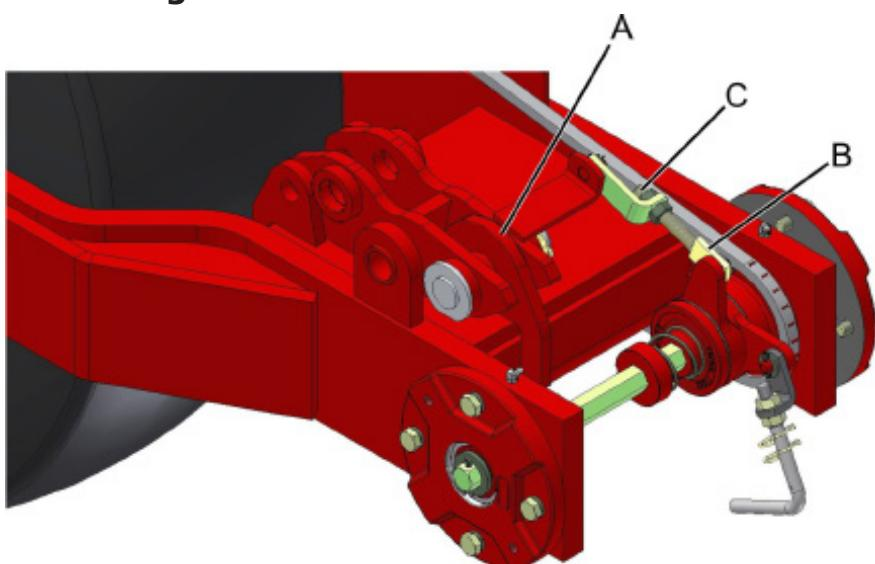

fig. 17
As semeadoras adubadoras PAMPEANA são equipadas com catracas localizadas na transmissão intermediária. Quando inicia-se o plantio a catraca é acionada. Quando suspendidas as linhas, a catraca é desligada automaticamente através do articulador (A) (fig. 17), localizado no rodado.
Ajuste a haste reguladora (B) (fig. 17) de tal forma que permite um maior ou menor tempo de abertura e acionamento da catraca, através do fuso (C) e dos furos de haste.